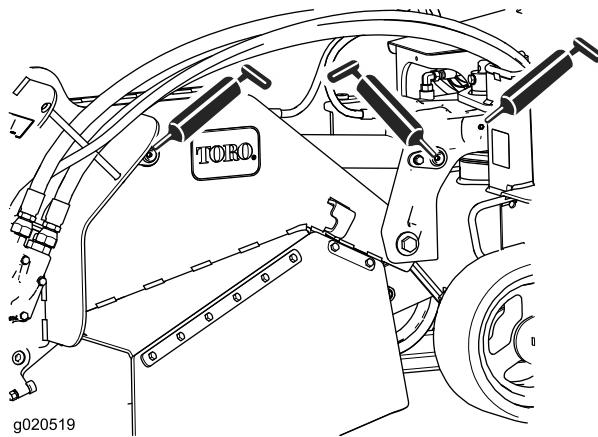
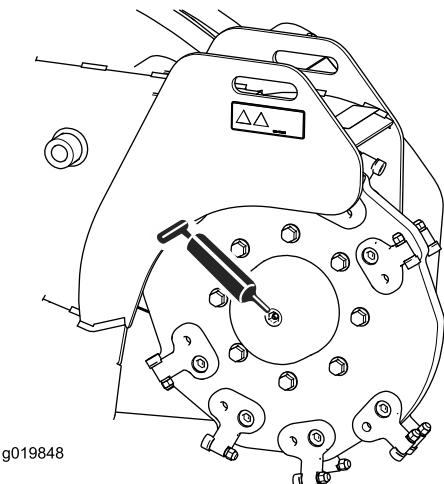

Figura 28
Figura 26
3. Collegate un ingrassatore a pressione a ciascun raccordo (da Figura 26 a Figura 28).